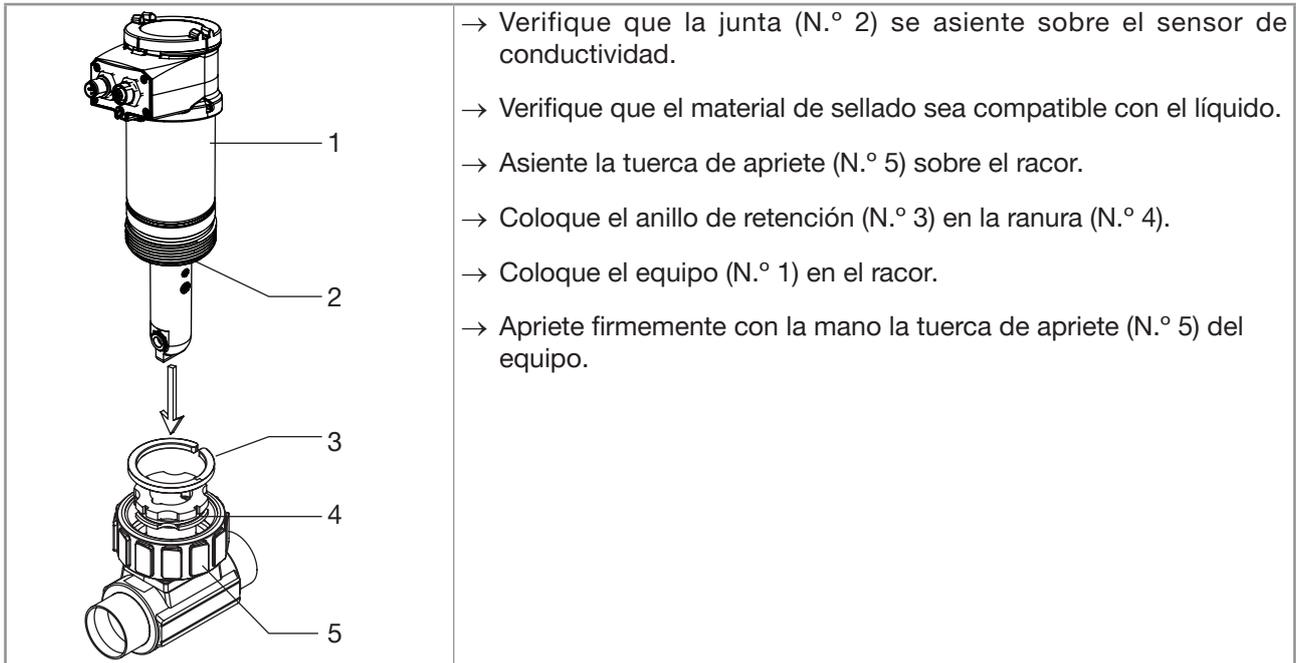

Imagen 10: Instalación de una versión del equipo con tuerca de apriete G2" en un racor Tipo S020
- Coloque el equipo en el racor, como se representa en Imagen 10: